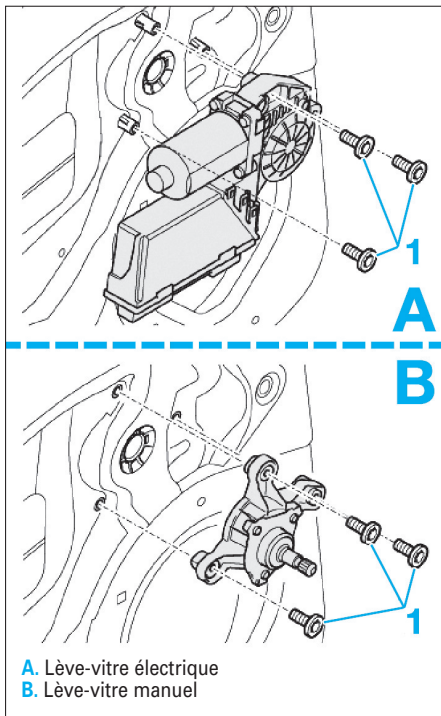

Fig. 52
- Déposer les fixations (1) du moteur de lève-vitre électrique ou manuelle (selon équipement) (Fig.52).